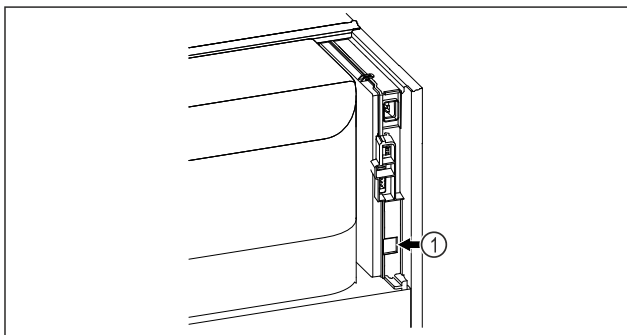

Fig. 132
- SmartModule Fig. 132 (1) je nasadený.